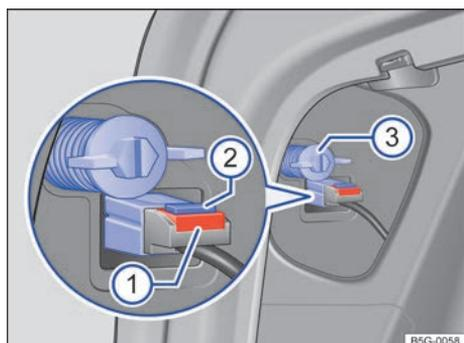

Fig. 178 Lateral del maletero: desmontaje del grupo óptico trasero.
4.	Extraiga el fusible → fig. 178 ①. Presione el bloqueo ② del conector y desacople el conector.
5.	Desenrosque el tornillo de fijación con la mano ③.
12.	Con una mano sostenga el grupo óptico en la posición de montaje y con la otra apriete el tornillo de fijación → fig. 178 ③.
14.	Acople el conector al portalámparas y encaje el fusible ①.